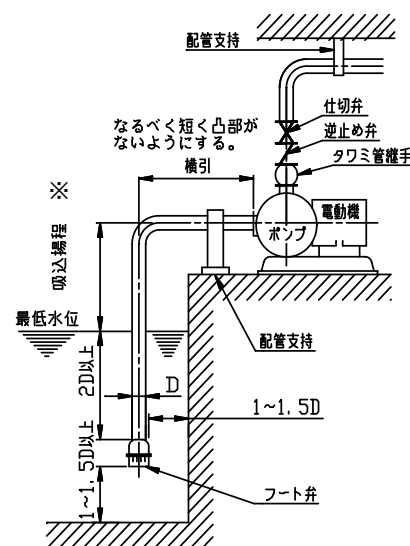

図 2
- (1) 取扱液に異物（配管の切粉、砂等）が混入する恐れが
- (2) ある場合は、吸込側にストレーナを取付けてください。また、ストレーナが目詰まりしないよう定期的に清掃してください。
- (3) ポンプに吸込配管、吐出し配管の荷重がかからないように、十分な配管支持をしてください(図2)。
- (4) 配管が長い場合、実揚程が高い場合、自動運転の場合、吐出し側に圧力タンクが設置されている場合及び2台以上のポンプを並列運転する場合には、必ず逆止め弁を取り付けてください。逆止め弁は、ポンプ本体と吐出し弁の間に取り付けてください。
- (5) 装置上どうしても空気だまりが避けられない箇所には、空気抜き弁を取り付けてください。ただし、吸込配管などで負圧になる所には、取り付けないでください。逆に、空気を吸い込みます。
- (6) 配管を保温する場合、電動機部は絶対に保温を避けてください。
- (7) 熱源の近くにポンプを据付ける場合、熱源からの熱が、ポンプに伝わらないようにしてください。
- (8) 水撃（ウォーターハンマ）がおこる危険性のある場合は、急閉逆止め弁を設けるなどの、対策を施してください。
- (9) 冷温水循環用等、配管系が密封サイクルの場合は、膨張タンク、安全弁などを設けてください。
- (10) 吸上げの場合
- (a) 吸込配管の末端は、図2のように最低位水位から管径（直径）の2倍以上深く、壁面及び底より1~1.5倍以上離してください。